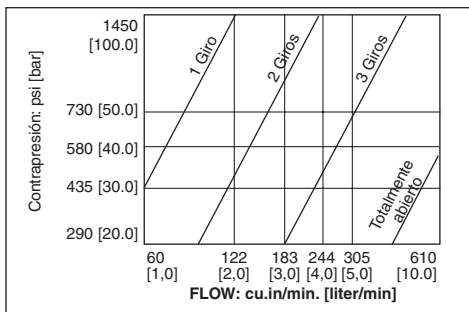

Figura 3, Contrapresión vs. restricción de flujo: G - F (ver figura 1)
3. Para que haya menos restricción de flujo, afloje el restrictor según el gráfico de contrapresión vs. restricción de flujo, G-F (ver figura 3).